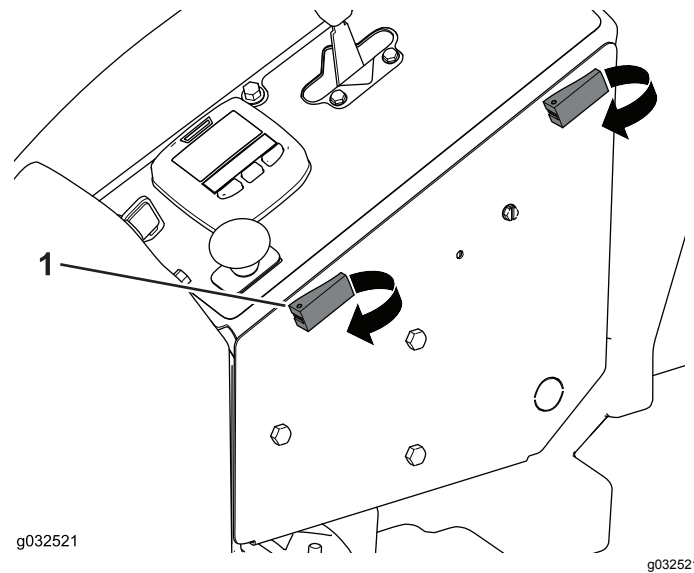

Figura 40
- 1. Abra os trincos e abra o compartimento dos controlos do operador (Figura 40).